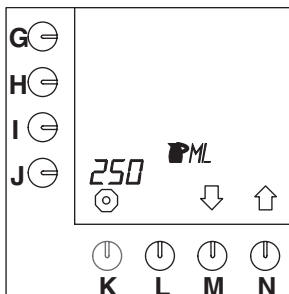

Fig. 36 Innhold kanne
- Trykk på valgtasten (N.)↑ inntil fig.36 vises på displayet.